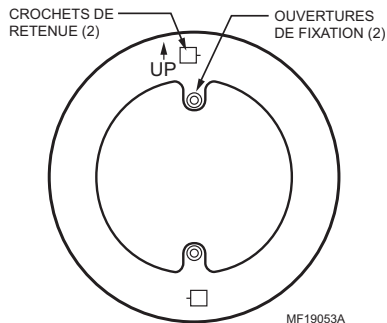

Fig. 4. Installation de la plaque de montage.
- Fixer la plaque de montage à la surface à l'aide des vis et des chevilles fournies de façon à ce que la plaque tienne bien en place. Voir la Fig. 4.